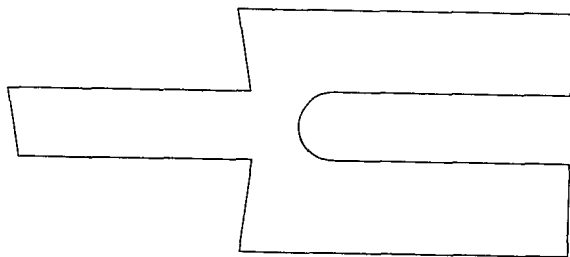

图 2
2) 定义截面轮廓。系统分析截面轮廓, 并提示完全约束该截面轮廓所需多少尺寸或约束 (见图2)。